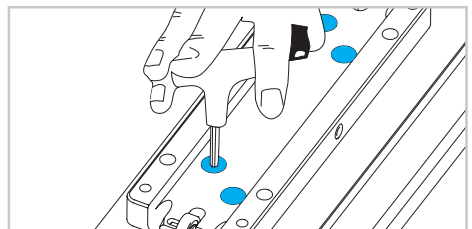

Abb. 7
- 7) Verschieben Sie den oberen Laufwagen, um Zugriff auf den inneren Teil zu erhalten. Lösen Sie die Schrauben und heben Sie den vorher gelösten Teil an (Abb. 7).